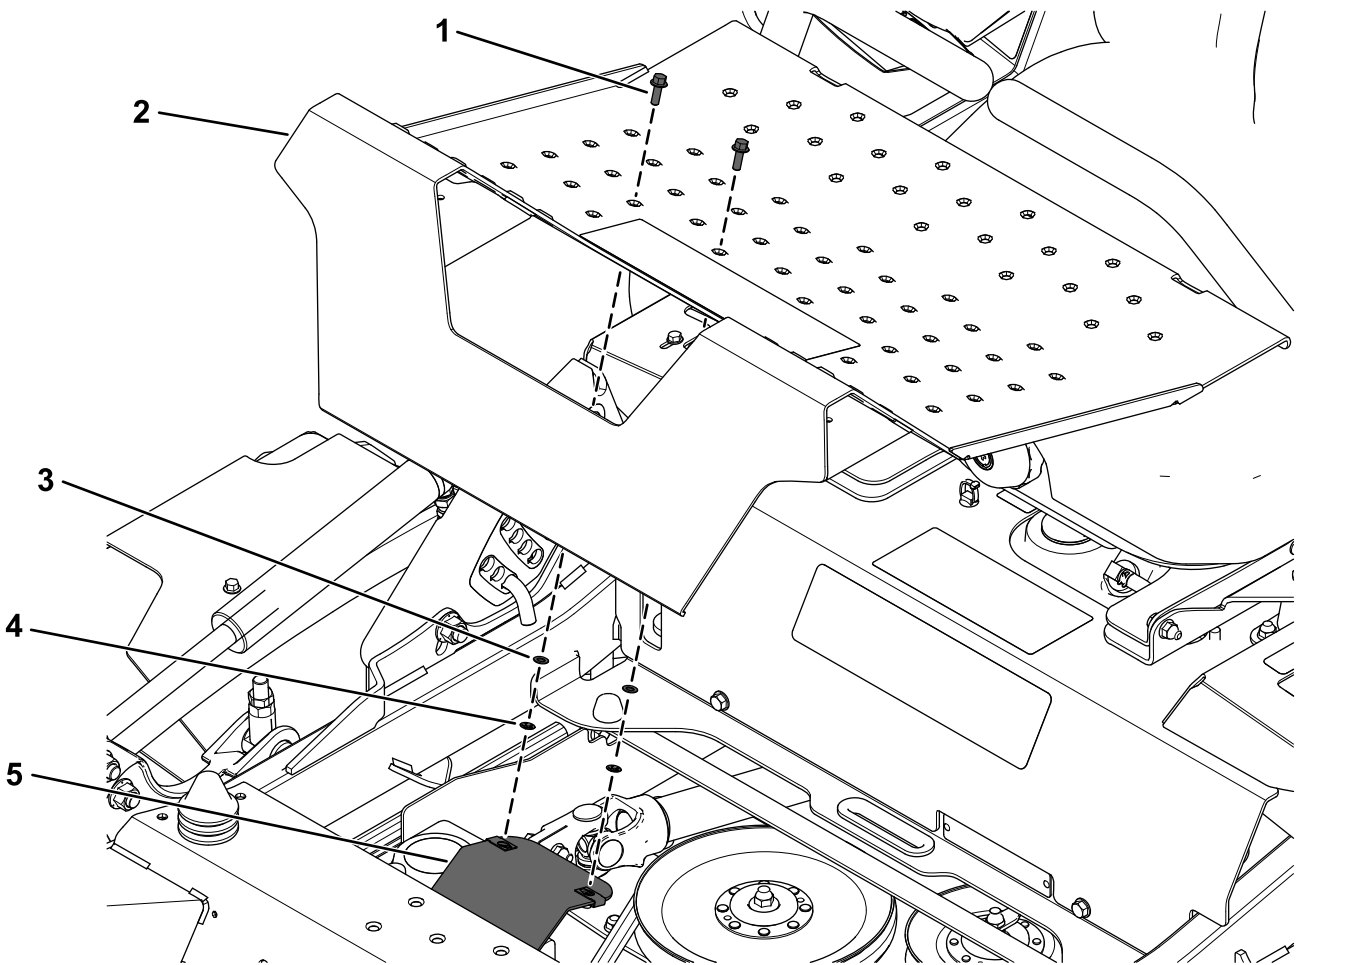

Figura 28
2. Fissate il pianale della macchina rimosso in precedenza utilizzando l'adattatore per prigionieri, 2 bulloni a testa flangiata ($\frac{1}{4}$ " x $\frac{3}{4}$ "), 2 rondelle piane e 2 dadi in gabbia (Figura 28).